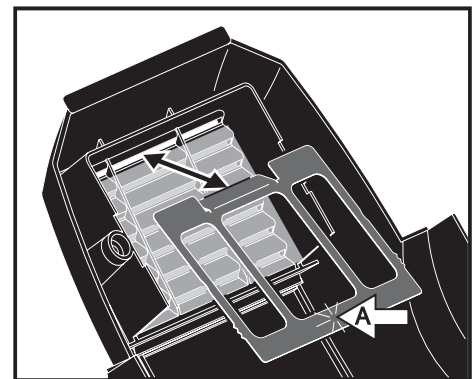

Bild 11: Montage des Luftfilters
7. Legen Sie den Luftfilter in die Kopfabdeckung, schieben Sie die Haltetasche des Rahmens unter den letzten Lüftungsschlitz und fixieren Sie den Rahmen, indem Sie ihn an der Stelle (A) verriegeln, bis er einschnappt (siehe Bild 11).